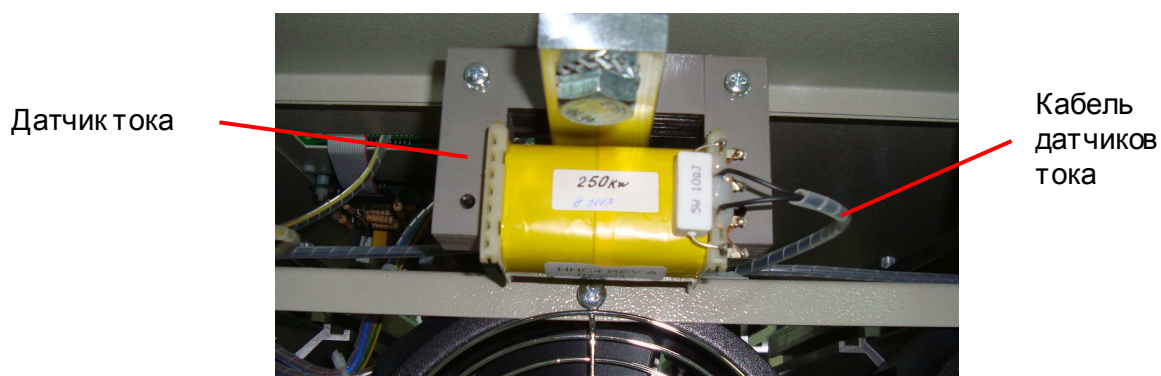

Рис. 7.15
7.5.3. К выводам датчика припаять провода кабеля датчиков тока (рис. 7.15). Полярность подключения проводов значения не имеет.